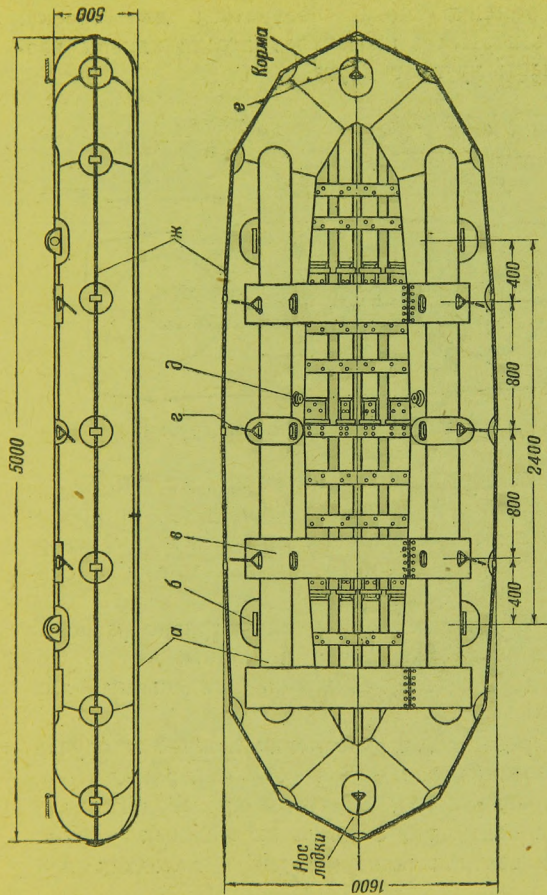

Рис. 1. Общий вид лодки ЛГ-12:
8. Лодка ЛГ-12 (рис. 1) изготавливается из прорезиненной ткани. Она состоит из камеры овальной формы, образующей собой нос, корму и борта лодки, и матерчатого днища.
10. На бортах лодки имеются (рис. 1):